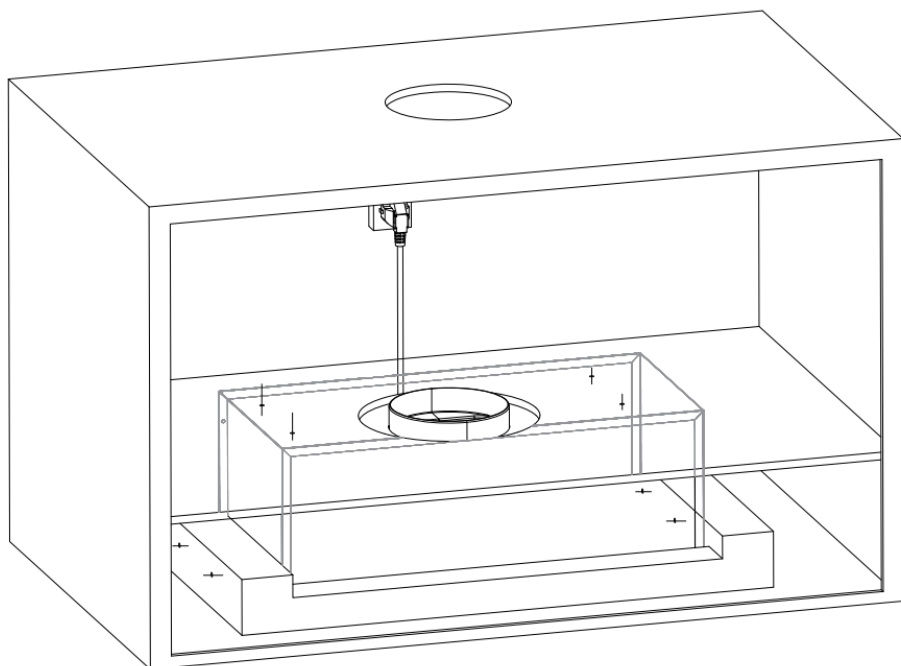

Рис.3 Вытяжка в установленном виде
3. Откройте среднюю стеклянную крышку, выньте фильтры, с помощью винтов прикрепите вытяжку к шкафу с левой и правой стороны вытяжки шкафа и в верхней части вытяжки шкафа, как показано на рис. 3.